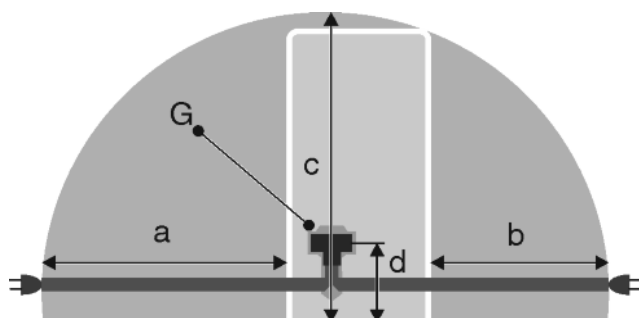

Fig. 26
- Gniazdo znajduje się poza tylną częścią urządzenia w podanym obszarze Fig. 26 (a, b, c).
- ▶ Wtyczkę urządzenia Fig. 26 (G) podłączyć z tyłu urządzenia. Zwrócić uwagę na prawidłowe zazębienie.